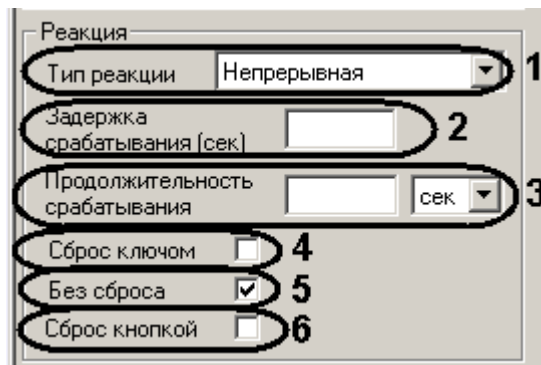

Рис. 3.7—5 Параметры группы Реакция
7.1 Выбрать тип реакции исполнительных устройств в раскрывающемся списке **Тип реакции** (см. Рис. 3.7—5, 1).